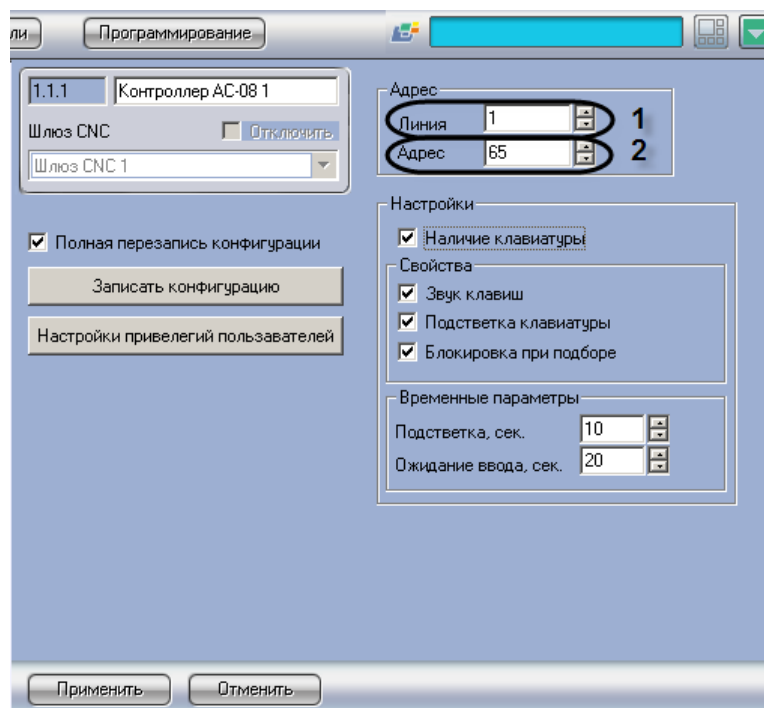

Рис. 3.5—2 Задание параметров связи охранному контроллеру AC-08
1. Перейти на панель настроек объекта **Контроллер AC-08** (Рис. 3.5—2).
- В поле **Линия** ввести номер линии ЦКС, к которому подключен охранный контроллер AC-08 (см. Рис. 3.5—2, 1).